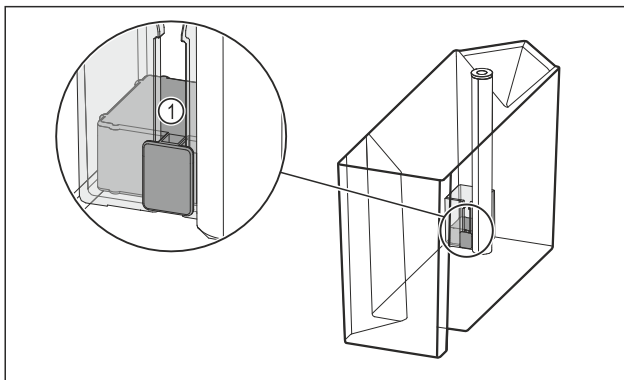

Fig. 98
- ▶ Preverite, ali se je plovec Fig. 98 (1) zataknil.